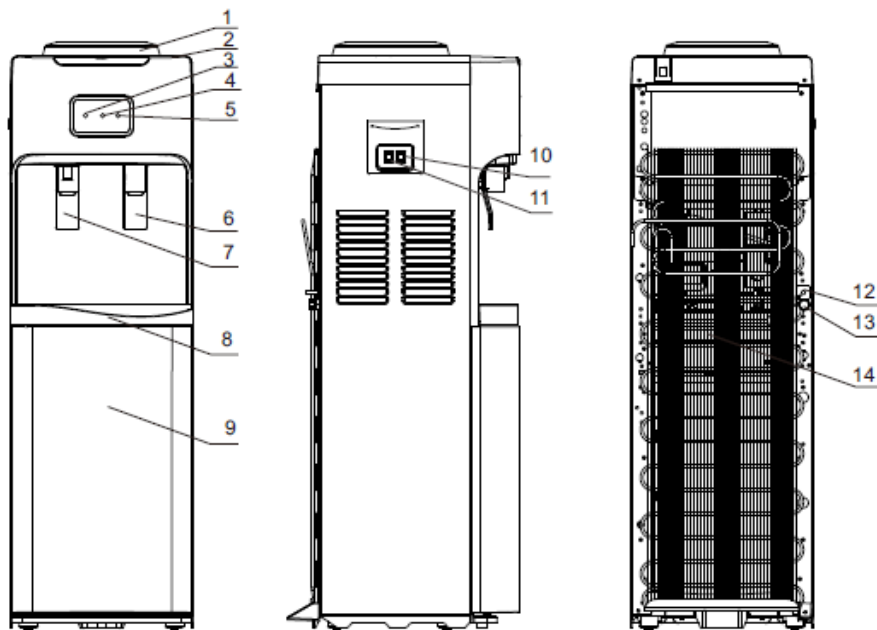

Рис.1. Схема аппарата CH-V115B
3. Возьмите емкость для воды и слейте с краника холодной воды воду. Убедитесь, что горячая вода в аппарате остыла и только после этого слейте горячую воду с краника горячей воды. Остатки воды в системе необходимо слить, открыв пробку из отверстия для слива воды, расположенного на задней стенке аппарата (рис.1 - 13). Вставьте пробку обратно в отверстие для слива воды.
Через 5-6 часов слейте раствор из системы: слейте воду из краников холодной и горячей воды, остатки раствора слейте через отверстие для слива воды (рис.1 - 13). После закрутите колпачок обратно на место.
8. Промойте аппарат чистой водой (необходимо залить в систему около 4 литров чистой воды и слить через краники горячей и холодной воды, отверстие для слива воды (рис.1 - 13)). При необходимости повторите процедуру. Вставьте пробку обратно в отверстие для слива воды.